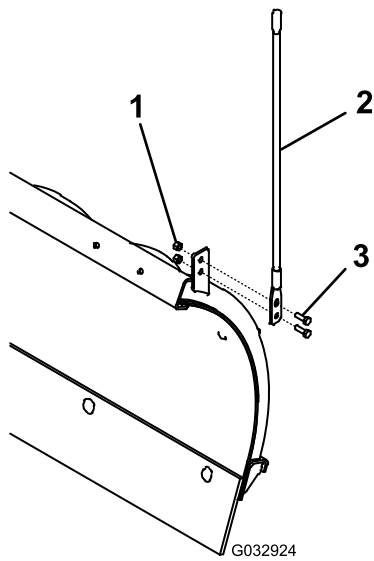

Bild 12
1. Befestigen Sie die Schneeschildführungen mit vier Schrauben ($\frac{5}{16}$ " und vier selbstverriegelnden Muttern am Schild (Bild 12).